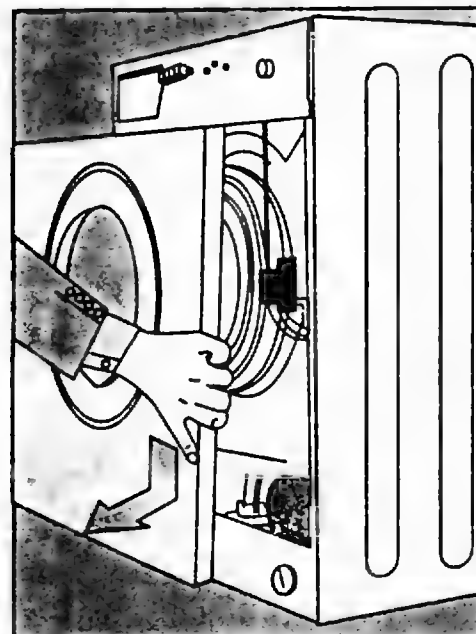

Рис. 3.9.1.14. Демонтаж передней панели
- Отворачивают два винта, которые крепят петлю к передней панели (поз. **c** на рис. 3.9.1.12).